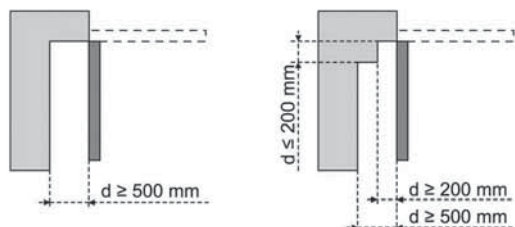

Figure 4 - Distance de sécurité
ZONE 3 Risque de coupure et d'écrasement à l'ouverture avec une partie fixe attenante	Supprimer tous les points d'accrochage et tous les bords coupants de la surface du tablier Supprimer tout jour de dimension ≥ 8 mm ou ≤ 25 mm La protection contre l'écrasement avec une partie fixe avoisinante peut se faire par : - détection d'obstacle intrinsèque à la motorisation. Valider impérativement que la détection d'obstacle est conforme à l'annexe A de la norme EN 12 453) - des distances de sécurité (voir Fig. 4)
3.1 Hauteur d'installation - Fig. 4